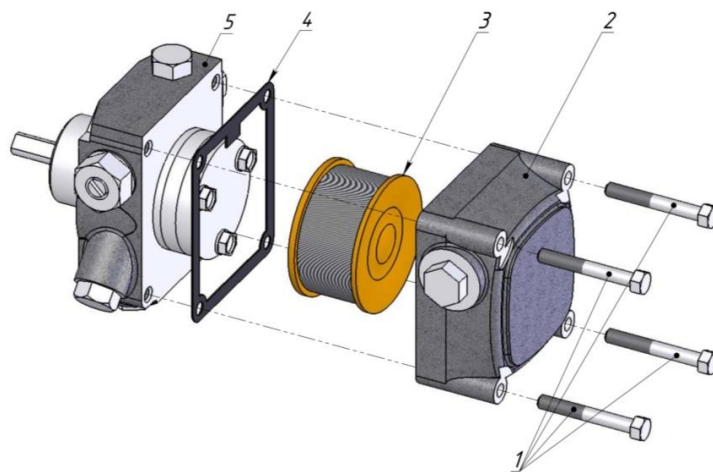

Рис. 18. Схема разборки насоса
7. Проверка загрязнения фильтра тонкой очистки и фильтра насоса. При падении давления более 0,05 бар проверить состояние фильтра тонкой очистки (Рис. 4, поз 3) и состояние фильтра топливного насоса (Рис.18, поз.3), произвести их чистку и продувку сжатым воздухом, при необходимости заменить.
Для выполнения технического обслуживания топливного насоса (Рис. 18) необходимо открутить 4 болта 1, снять крышку насоса 2 и прокладку 4, провести ежемесячный регламент работ по очистке фильтра 3.